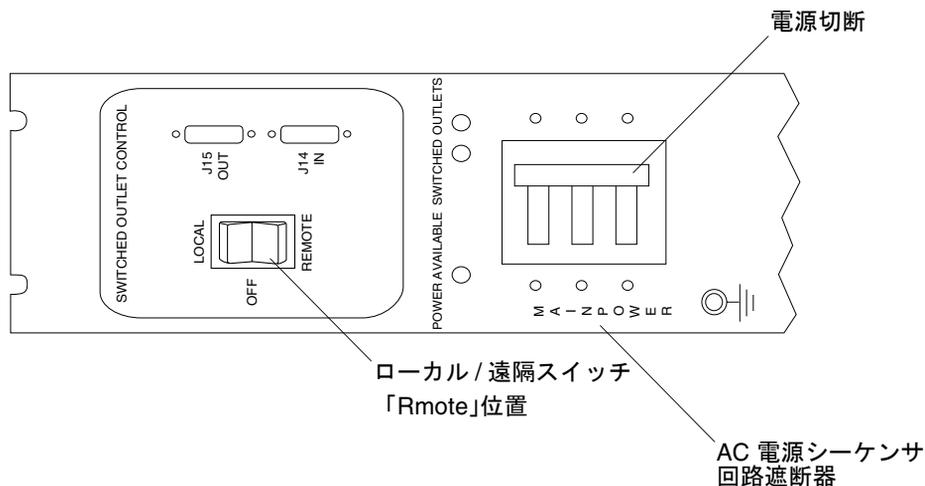

図 B-5 背面電源シーケンサのコントロールパネル
1. 各 AC 電源シーケンサの回路遮断器が「Off」位置 (図 B-5) になっていることを確認します。
2. ベースキャビネットの各電源シーケンサのローカル/オフ/遠隔スイッチが「Remote」位置になっていることを確認します (拡張キャビネットがある場合は拡張キャビネットについても確認)。(図 B-5)